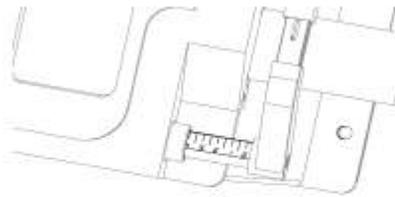

Fig. 6
1. Jale el calibrador hasta que indique 4 cm, como en la Fig. 6